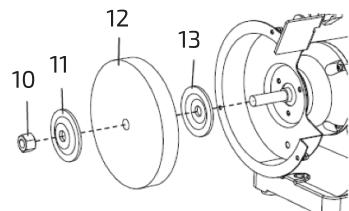

Рис. 10
5. Извлечь шестигранную гайку (10), снять фланец шлифовального круга (11) и шлифовальный круг (12) (рис. 10).
6. Проверить шлифовальный круг (12) на наличие трещин, сколов или других видимых повреждений (исключая нормальный износ). При обнаружении таких повреждений следует утилизировать круг. Проверить прокладку/картонный диск шлифовального круга на наличие повреждений. При отсутствии или сильном повреждении прокладки следует заменить ее на кусок тонкого картона или промокательной бумаги, обрезанный по контуру прокладки.
7. Установить новый шлифовальный круг. Установить оба фланца шлифовального круга (11, 13) так, чтобы их вогнутые части были направлены в сторону круга (рис. 10).